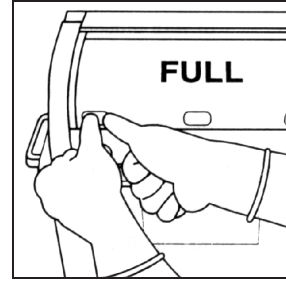

Figura 2
- Si la tapa está abierta cerrarla y apretar las tres cerraduras. (Figura 2).
- Si la tapa está abierta, cerrarla y apretar las tres cerraduras. (Figura 2).